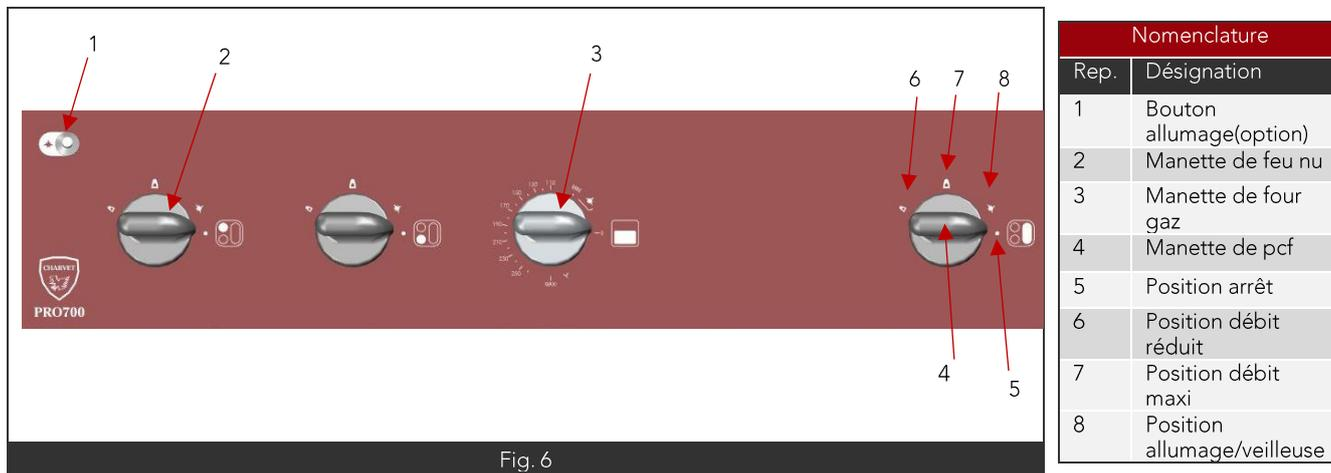

Fig. 6
- Pousser et tourner la manette de commande correspondant au brûleur vers la gauche jusqu'à la position veilleuse (Fig6 Rep8).
- Appuyer à fond sur la manette, en même temps présenter une flamme après avoir retiré le tampon de la plaque coup de feu ou agir sur le bouton poussoir d'allumage (Fig6 Rep1) pour les appareils équipés de cette option.
- La veilleuse allumée, tourner la manette sur la gauche jusqu'à la position débit maxi (Fig6 Rep7), le brûleur fonctionne à sa puissance nominale.
- En tournant jusqu'à la position suivant débit réduit (Fig6 Rep6) on obtient le ralenti.
- Pousser et tourner la manette de commande correspondant au brûleur (Fig6 Rep3) vers la gauche jusqu'à la position veilleuse.